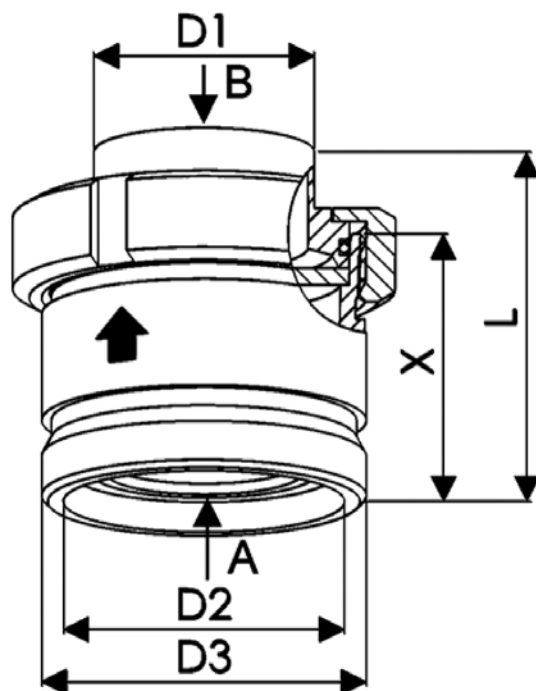

Рис. 2
- Для демонтажа и установки клапана необходим минимальный размер «X» (см. размеры на рис. 2, стр. 7)